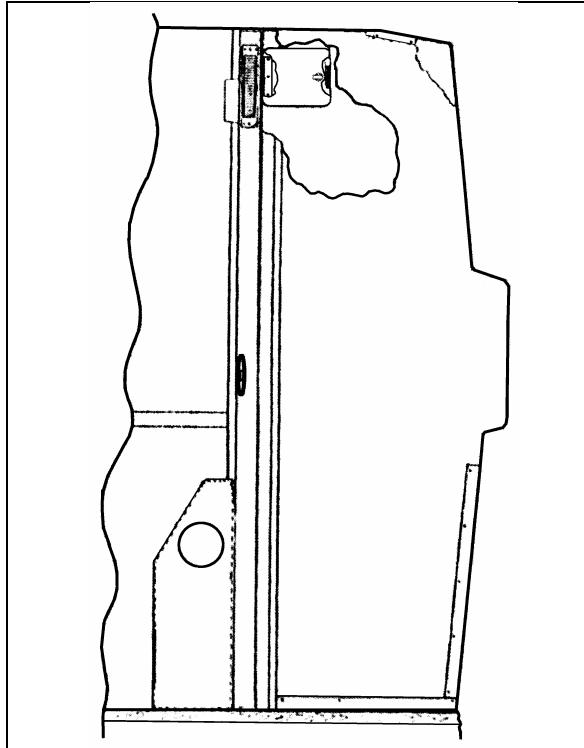
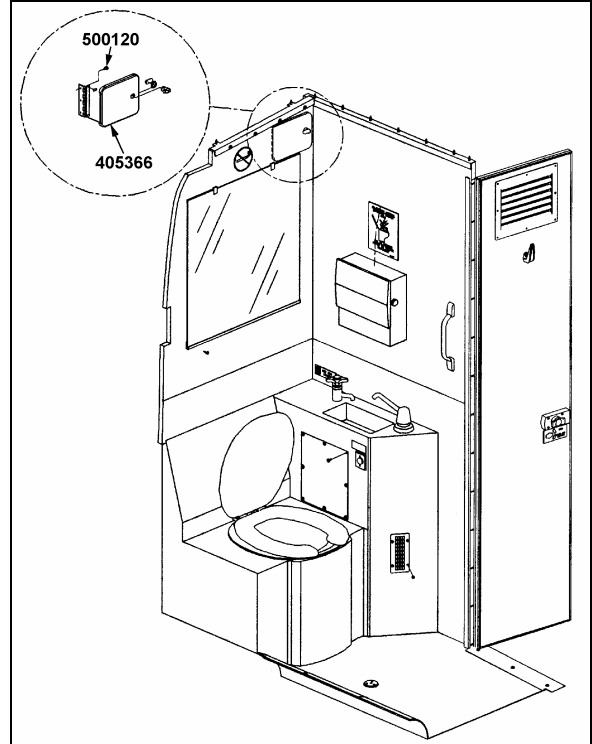

FIGURE 1 : INSTALLATION SUR AUTOCAR H3
FIGURE 2 : INSTALLATION SUR AUTOCAR XL2
2. Dévisser les vis fixant le cadre de la porte de l'armoire de nettoyage puis retirer le cadre ainsi que la porte (voir figure 1 ou figure 2).